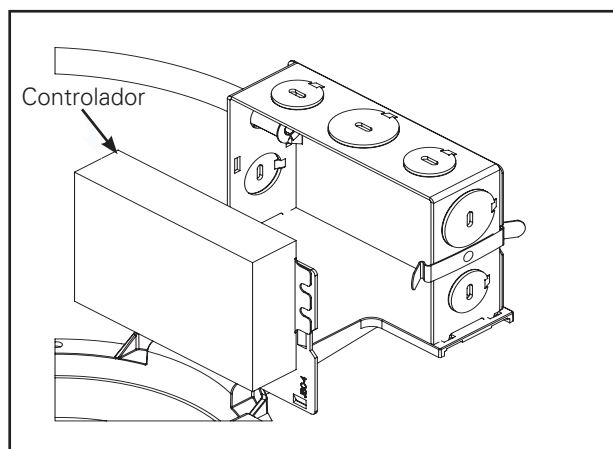

Figura 15
5. Extraiga el controlador y la unidad de la cubierta de la caja de derivación. (Figura 15.).